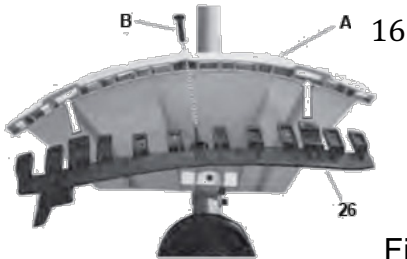

Fig.3-3
1. Quando si utilizza la testina di filo di taglio, è necessario sempre inserire la protezione supplementare con la lama di taglio. (Fig.3-3, Fig.3-4)
- Fissare con la vite (B) la protezione supplementare (26). (Fig.3-3)